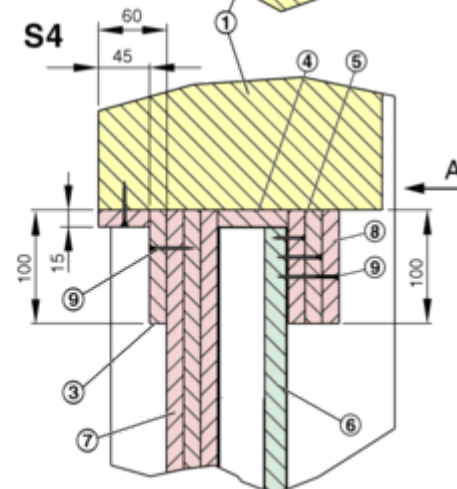

Fig. 37: Dettagli di installazione EK-JZ a secco in parete in gesso con intelaiatura in metallo EI 120 S
Dettagli ↪ Fig. 37
- Esecuzione della parete secondo le istruzioni del produttore. Predisporre l'apertura per l'installazione secondo Fig. 37 .
- Collegare la serranda e la parete con il profilo angolare (3) in lamiera per mezzo di (viti Jack-Point 41 mm)
- I profili angolari devono essere fissati alla parete (7) e alla serranda (1), distanza tra le viti ≤ 150 mm